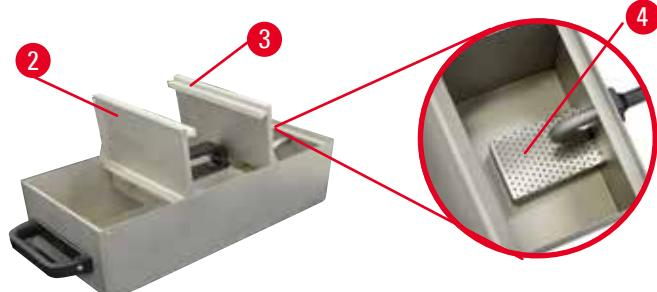

Рис. 17
- При выдвижании ванны переднюю и заднюю крышку можно сложить вверх друг к другу (→ "Рис. 17") для упрощения наполнения и очистки.